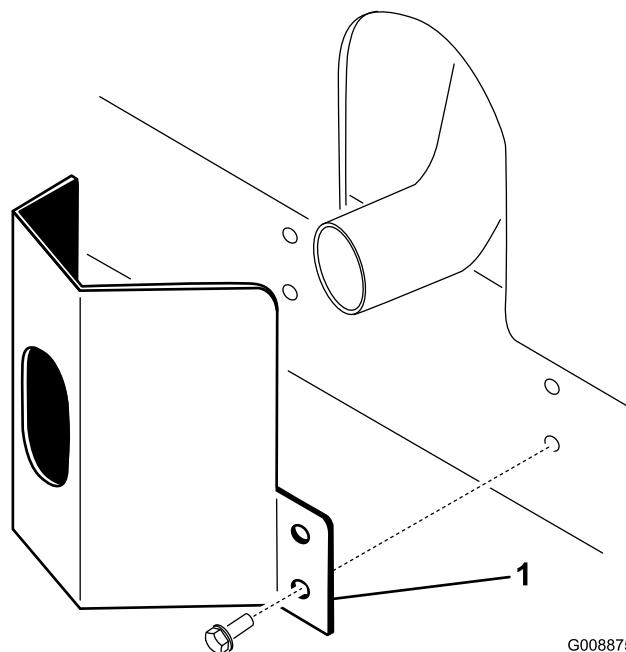

Figura 11
1. Poziționați protecția pentru evacuare în jurul tobei de eapament în timp ce aliniați orificiile de montare cu orificiile din cadru (Figura 11).
2. Fixați protecția pentru evacuare pe cadru cu 4 uruburi cu autofiletare (Figura 11).